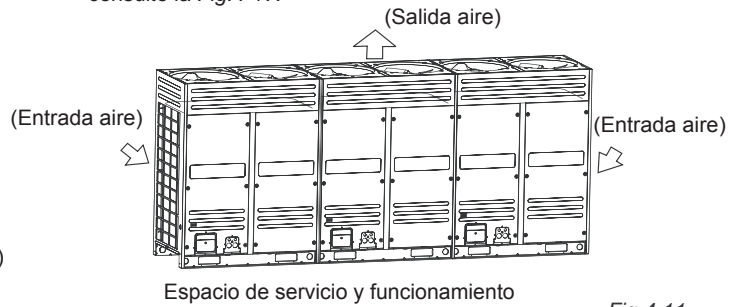

Fig. 4-11
- Asegurar el suficiente espacio para el mantenimiento. En un sistema modular las unidades exteriores deben estar en la misma altura. (ver Fig. 4-11)